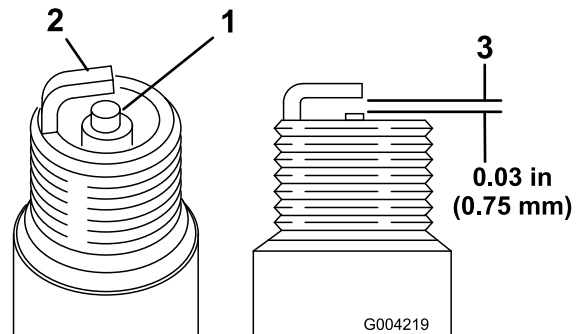

Bild 34
1. Sehen Sie sich die Mitte der Zündkerzen an (Bild 34). Wenn der Kerzenstein hellbraun oder grau ist, ist der Motor richtig eingestellt. Eine schwarze Schicht am Kerzenstein weist normalerweise auf einen schmutzigen Luftfilter hin.
2. Prüfen Sie den Abstand zwischen den mittleren und seitlichen Elektroden (Bild 34).
3. Verbiegen Sie die seitliche Elektrode (Bild 34), wenn der Abstand nicht stimmt.